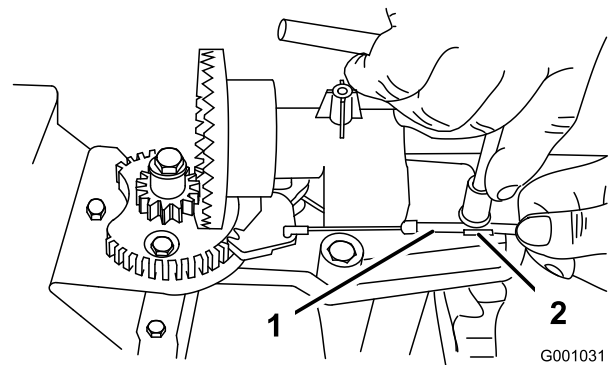
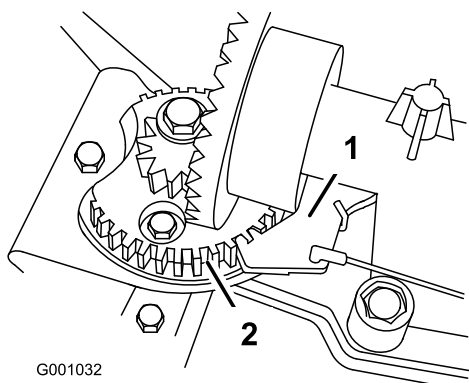

Figure 47
Figure 48
2. Desserrez le boulon du serre-câble (Figure 47).
3. Saisissez la gaine du câble et déplacez-la vers l'avant de la machine jusqu'à ce que le cliquet de verrouillage de l'éjecteur s'engage complètement dans les dents du secteur (Figure 47 et Figure 48).
Remarque: Le cliquet est rappelé par ressort et s'engage naturellement dans les dents du secteur (Figure 48).